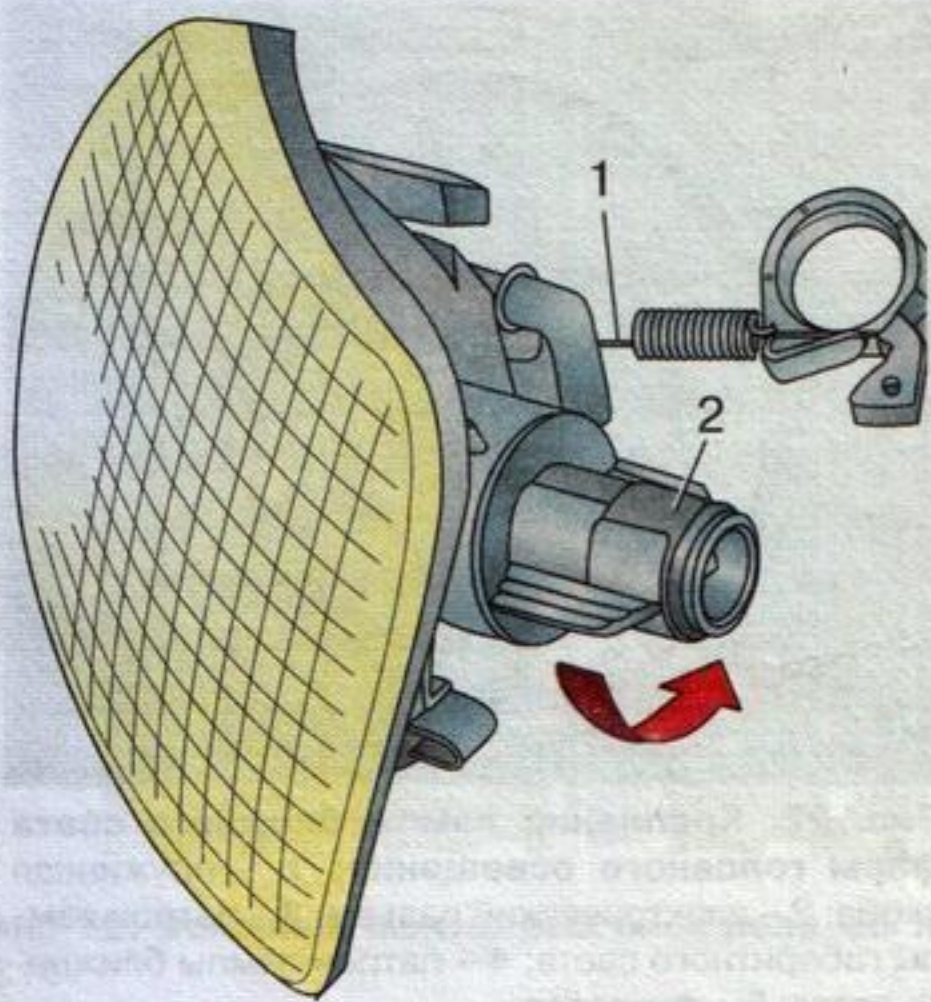

Рис. 24. Передний указатель поворота: 1 – трос блокировки крепления указателя поворота; 2 – патрон лампы указателя поворота
- разблокировать крепление корпуса указателя поворота, потянув за кольцо троса (рис. 24);